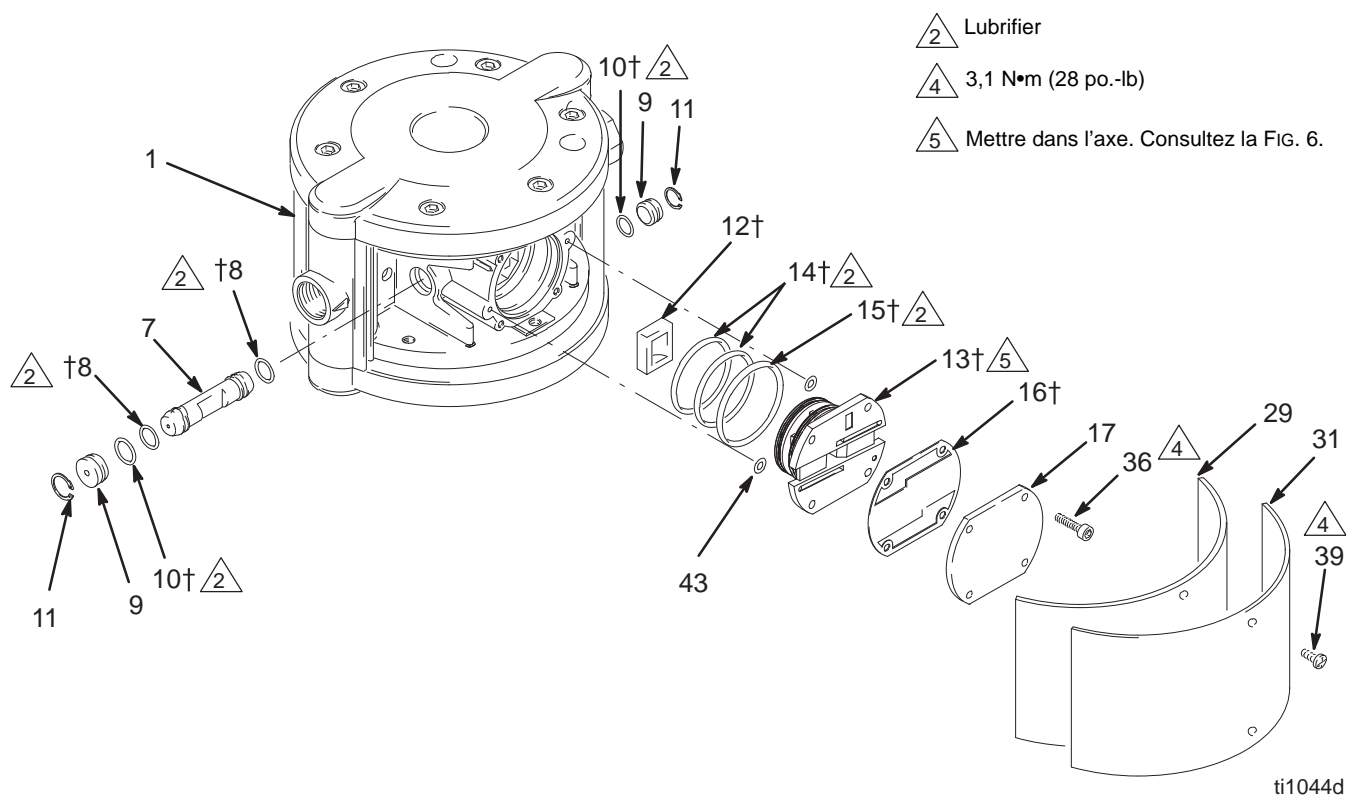

FIG. 7
1. Démontez la coque (31) et le coussin en feutre (29).
2. Enlever les quatre vis (36), le couvercle de la vanne d'air (17) et le joint (16). Consultez la FIG. 7.
3. Consultez la Fig. 6. Notez l'orientation de l'embase de la vanne d'air (13) par rapport à la flèche située sur la sortie de fluide, avec le marquage POM orienté vers le haut. Extraire l'embase du corps de pompe (1). Enlever les trois joints toriques (14, 15) et les deux joints toriques (43) de l'embase. Consultez la FIG. 7.
4. Sortir la cuvette de la vanne d'air (12) du corps de pompe (1).
5. Enlever la bague de fixation (11) et le bouchon des deux côtés (9) et faire glisser le tiroir (7) du corps de pompe (1). Enlever les joints toriques (8, 10) du tiroir et le bouchon.
1. Lubrifiez les joints toriques (8†) et installez-les sur le tiroir (7). Faites coulisser le tiroir dans le corps de pompe (1), l'encoche étant tournée vers l'extérieur, comme indiqué à la FIG. 7.
2. Lubrifiez chaque joint torique (10†) et installez-les sur les bouchons (9). Mettre un bouchon de chaque côté pour fixer le tiroir (7). Montez les bagues de fixation (11) pour maintenir ces éléments en place.
3. Mettez la cuvette de la vanne d'air (12†) dans l'encoche du tiroir (7) avec le côté ouvert tourné vers l'extérieur.
4. Mettez deux joints toriques (43) dans le lamage du moteur pneumatique.